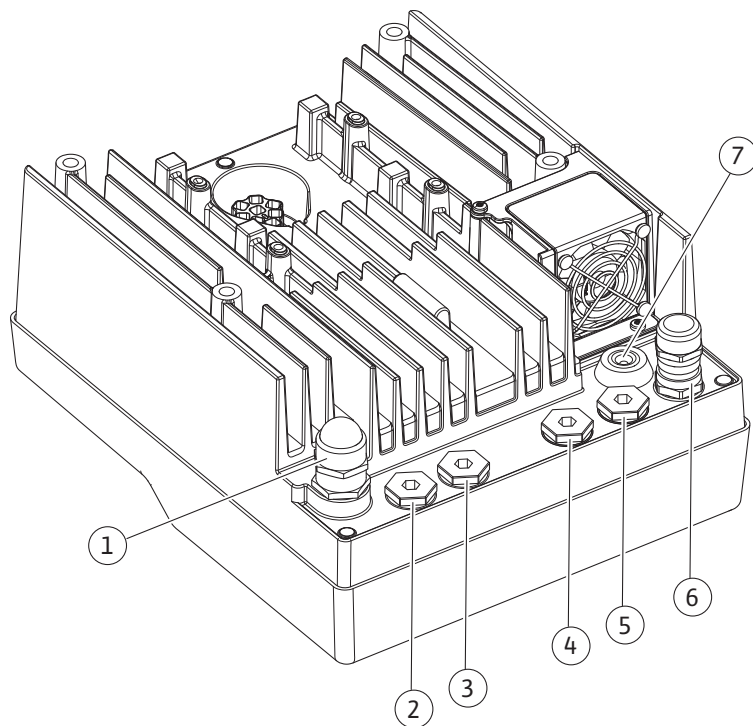

Fig. 10: Kabelių priveržikliai / kabelių jungtys
- CIF modulis jungimui prie pastatų automatikos (magistralės ryšys): Elektronikos moduliams ekranas jungiamas prie kabelio įvado (Fig. 10).
4. Sujungimo kabelis jungiamas per kabelio priveržiklį M25 (Fig. 10, poz. 1). Kabelio priveržiklį prisukite pagal atitinkamą sukimo momentą.